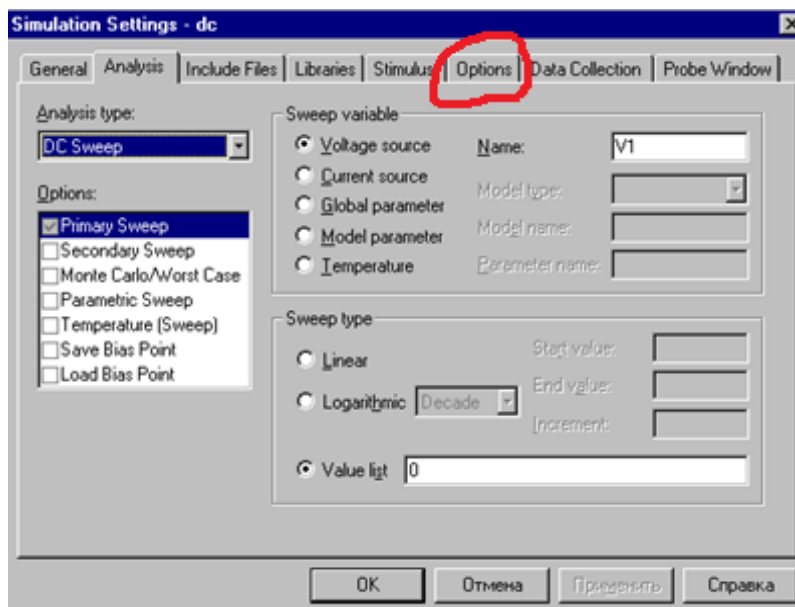

Рис. 3.5. Создание профиля моделирования **dc**.
1. Настройте профиль моделирования (команда **PSpice/New Simulation Profile**) схемы по постоянному току (Analysis Type: DC Sweep) как показано на Рис. 3.5. Имя (Name) профиля **dc**. Так как в статическом режиме входной сигнал должен отсутствовать, то необходимо положить  $V1=0$ . Это реализуется путем задания цикла (или прогона - sweep) вычислений по переменной V1, которая в данном случае принимает одно единственное значение, равное нулю (*Sweep type: List* означает, что значения переменной последовательно выбираются из списка Value List).
- На закладке Analysis (см. Рис. 3.5) в окошке Analysis Type выберите режим **Time Domain (Transient)**. Введите величину интервала анализа **Run to time: 5ms**, начальный момент передачи данных расчета в графический постпроцессор **Start saving data after: 0 seconds**.
- На закладке Options (см. Рис.3.5) уменьшите относительную погрешность вычислений (RELTOL) до 0.0001.